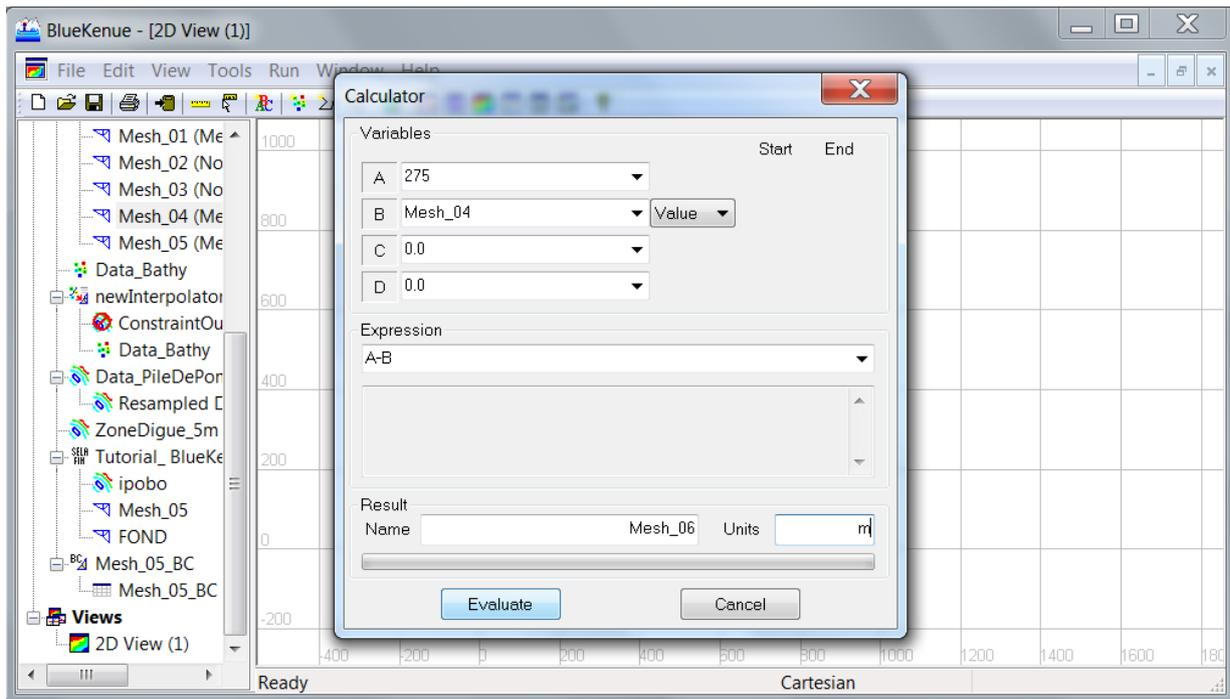

FIGURE 2.1 – Boite de dialogue de Tools-Calculator
- Dans la variable **A**, tapez **275**, (Fig.2.1)